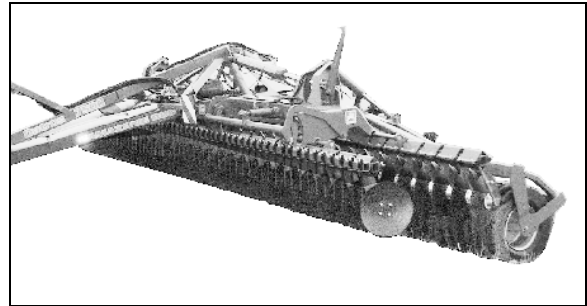

Рис. 48
- полностью поднимите оба ряда дисков (Рис. 48);